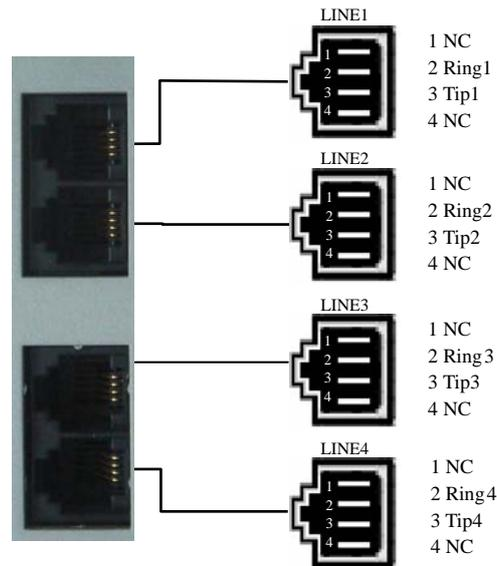

图 2-3 各接口信号定义
**第一步：连接模拟电话线。**连线时请注意接口信号定义，不能接错。各接口信号定义如图 2-3 所示。